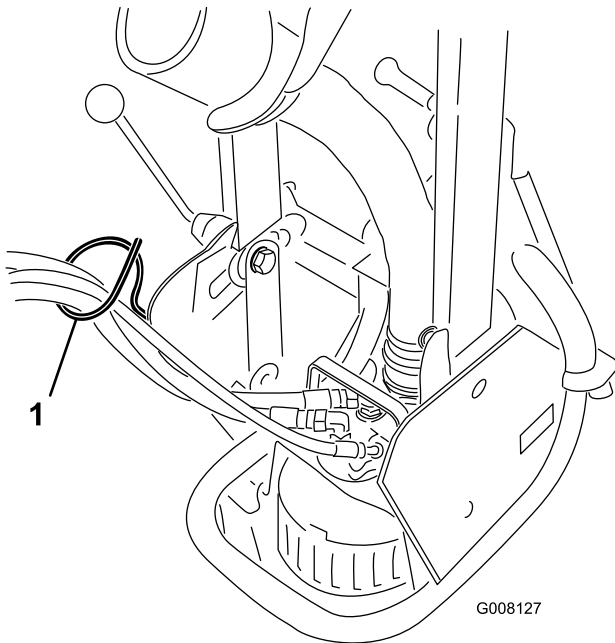

Bild 4
- Stecken Sie die Hydraulikschläuche in die Remotehydraulik am Sand Pro. Positionieren Sie die Schläuche in der Schlauchführung (Bild 4). Die Hydraulikschläuche sollten nicht abgeknickt oder stark gebogen sein.